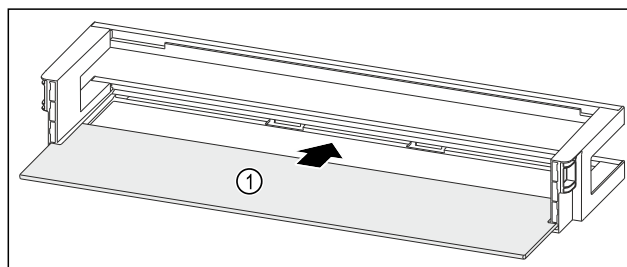

Fig. 188 Polica u vratima s policom za odlaganje
- Umetnite policu Fig. 188 (1) u bočna udubljenja.